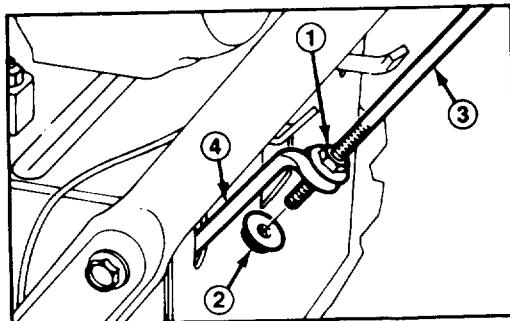
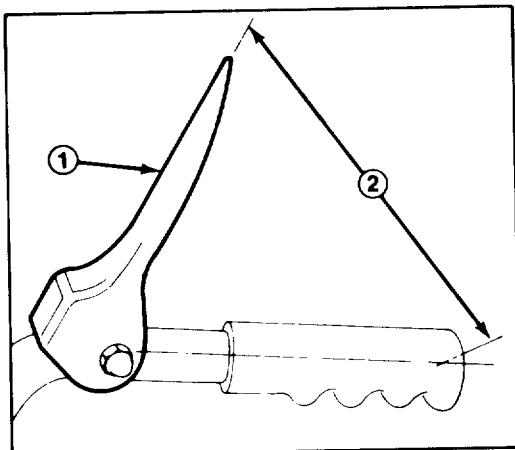

Figure 26
Figure 27
- Desserrez les écrous de blocage qui fixent la tige de commande de traction supérieure à la tige de commande de traction inférieure (Fig. 26).
- Réglez l'écrou de blocage supérieur (Fig. 26) jusqu'à ce qu'il y ait un écartement d'environ 6 pouces (15 cm.) entre le centre du mancheron et le bout du levier de commande de traction (Fig. 27).